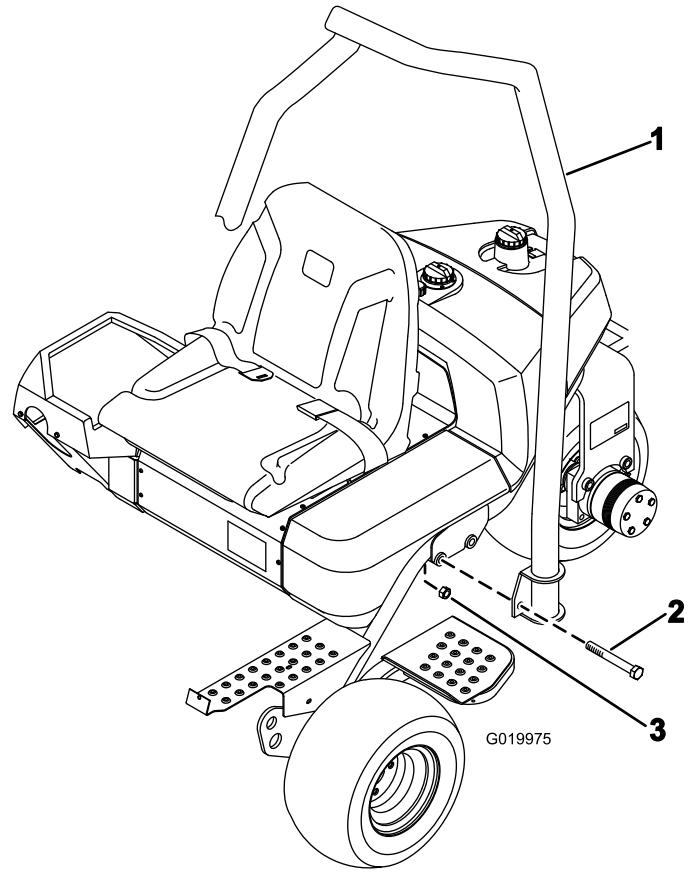

図 7
1. ROPS の上部の湾曲部が機体の前方を向くようにROPSを配置する図 7。
2. ROPS をフレームの上に降ろし、取り付け穴に整列させる図 7。
3. ROPS の左右それぞれをフレームに固定するボルト2本5/8 x 4-1/2 インチと、ロックナットを図 7 のように使用する。183-223 N·m 18.7-22.8 kg·m=135-165 ft-lb にトルク締めする。